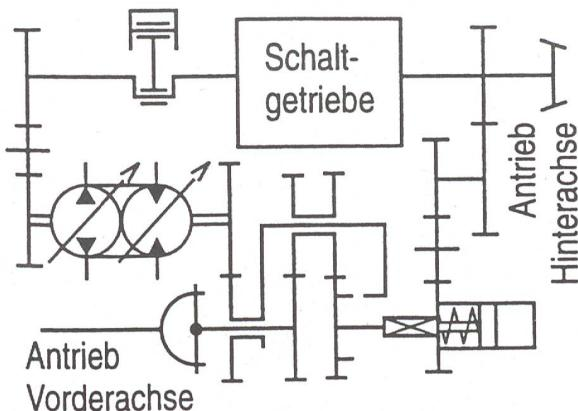

Fig. 5: Längsverteilergetriebe mit hydrostatischem Überlagerungsgetriebe für den stufenlosen Vorderachs'antrieb (nach Grad).
- Ersatz der Allradkupplung durch ein hydrostatisches Überlagerungsgetriebe (Fig. 5), welches als stufenloses Längsverteilergetriebe